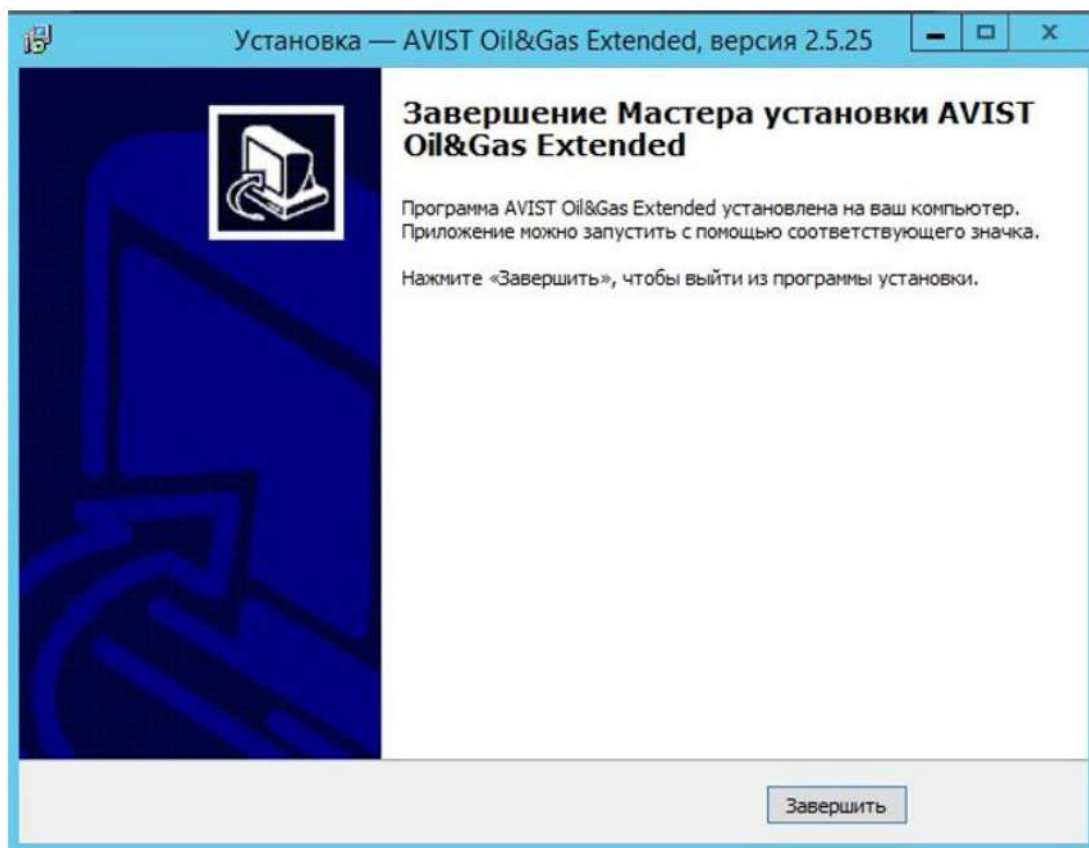

Рисунок 28 - Завершение Мастера установки AVIST Oil&Gas Extended
12) Нажать кнопку «Завершить» (Рисунок 28).